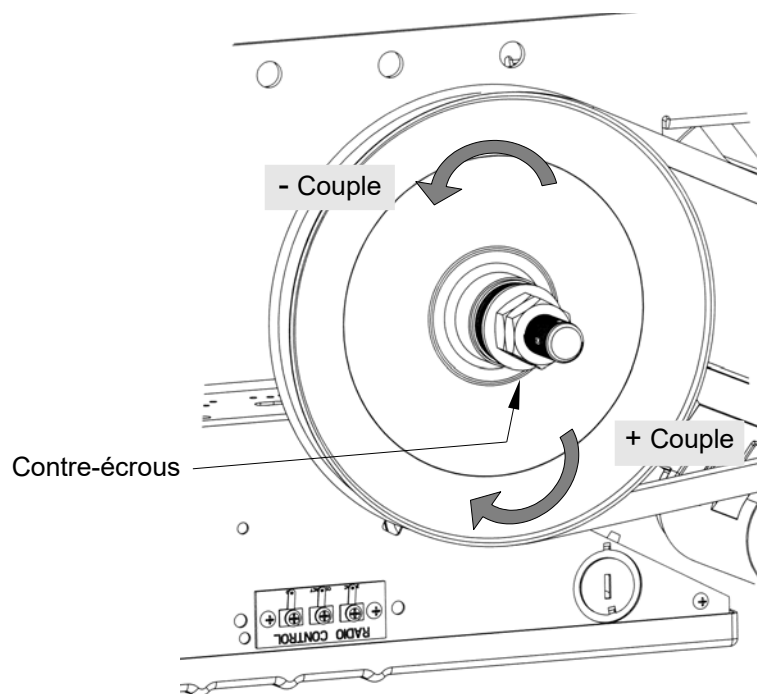

Figure 36 - Ajustement du limiteur de couple
1. Dé-serrer les contre-écrous avec deux (2) clés de 7/8", voir Figure 36.